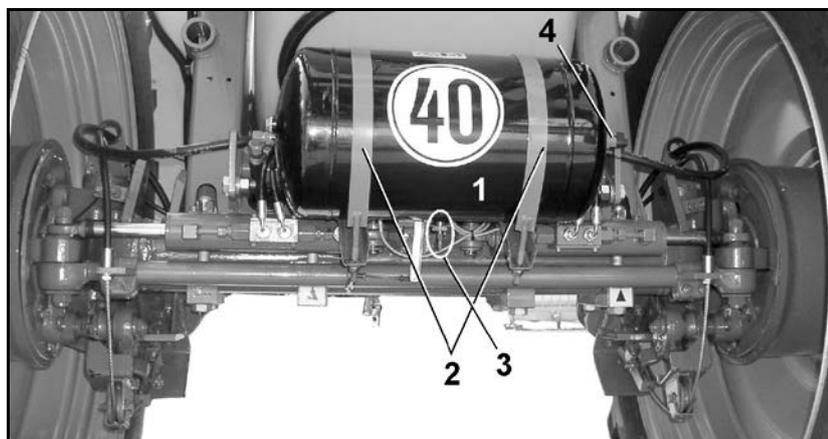

Fig. 168
1. Prüfen Sie die Staubmanschetten bzw. die Faltbälge (Fig. 168/5) auf Beschädigungen.